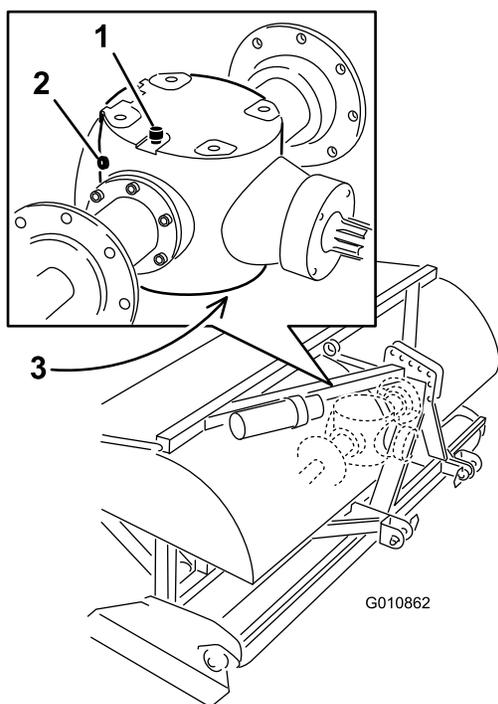

図 41
2. ギアボックスの点検プラグを外す (図 41)。
- 3. 点検プラグの穴のふちまで油量があればよい (図 41)。
- 1. 内部に異物が侵入しないよう、通気/補給プラグおよびドレン・プラグの周囲をきれいに拭く (図 41)。